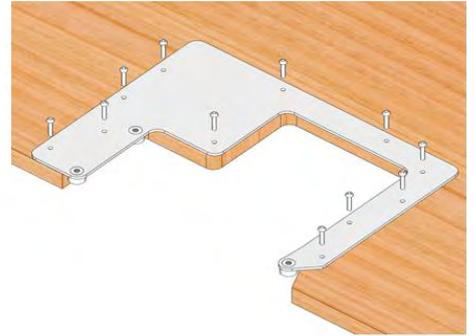

Fig 11
- Fixez la plaque de montage avec les vis (Fig11)